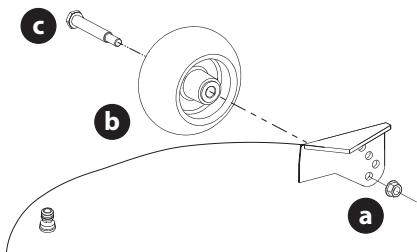

Figura 12
6. Extraiga la tuerca e seguridad (a) rueda de calibración (b) y el tornillo con reborde (c) de la plataforma (Figura 12).